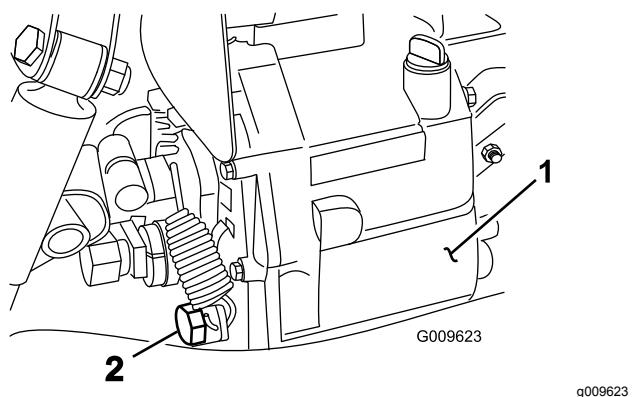

Figure 66
- Enlevez le bouchon de vidange sur le côté du réservoir et faites couler le liquide hydraulique dans un bac de vidange (Figure 66).